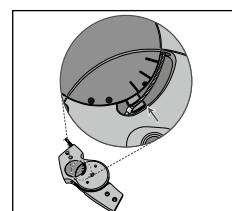

Fig. 5
3. Una vez retirada la placa de cubierta, compruebe si la parte superior del brazo de palanca (que sujetla el cable del satélite) está paralela a la inferior de las tres marcas de la unidad de función (**véase la fig. 5**).
12. Vuelva a comprobar la posición correcta (modo 3) del brazo de palanca en la unidad de función de la articulación (**véase la fig. 5**).